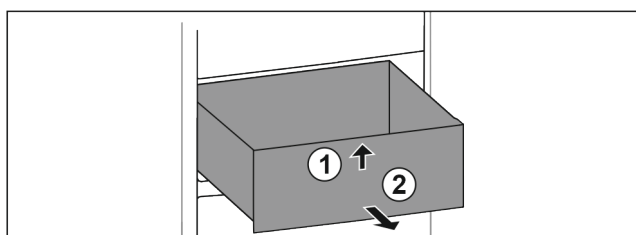

Fig. 96
- Повдигнете чекмеджето отпред. Fig. 96 (1)
- Извадете чекмеджето напред. Fig. 96 (2)